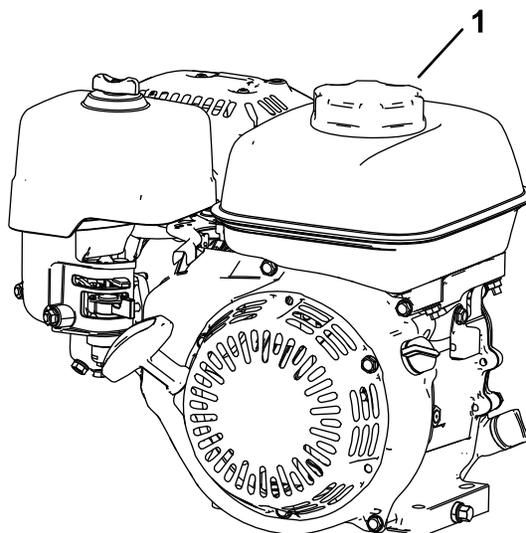

図 14
- 燃料キャップ 図 14 の周囲をきれいに拭いてからキャップを外す。給油は、タンクの首の根元までとってください。エンジンの オペレーターズマニュアル を参照。